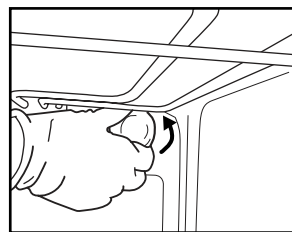

Рис. 6
2. Выкрутите плафон (Рис. 6), замените лампу (тип лампы указан в примечании) и накрутите плафон в исходное положение.